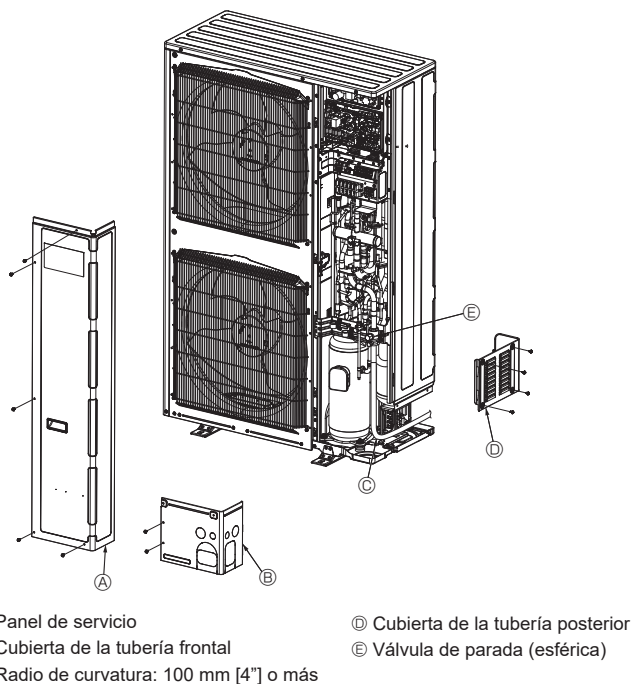

Fig. 4-9
4.4. Tubos de refrigerante (Fig. 4-9)